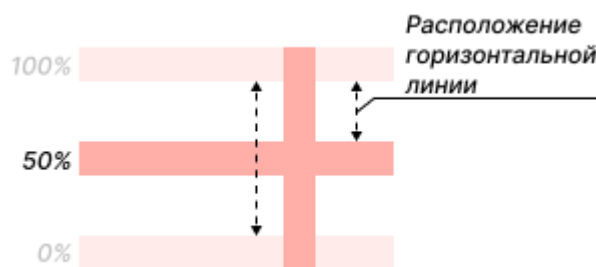

Рис. 180 Расположение горизонтальной линии
- Расположение горизонтальной линии – значение может быть задано в диапазоне 0 – 100% с шагом 1%. Изменение значения от 0% до 100% перемещает горизонтальную линию снизу вверх, см. Рис. 180.